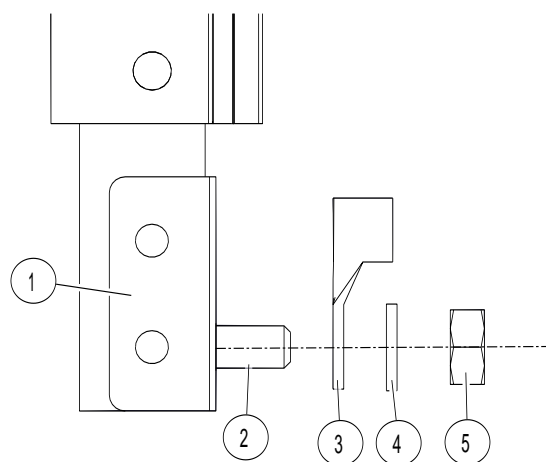

図19: 圧着ケーブルラグをねじ込む
- 圧着ケーブルラグを、スプリングワッシャ（アイテム4）と六角ナット（アイテム5）を用いて、フィードコネクタ（アイテム1）のボルト（アイテム2）にねじ込みます（図19参照）。